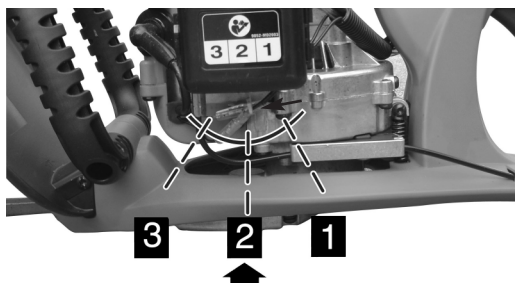

Fig. 8
1. Mueva el interruptor de ignición a la posición "ENCENDIDO (I)".
2. Ponga el regulador en la posición REGULADOR PARCIALMENTE ABIERTO "2" (Figure 8).